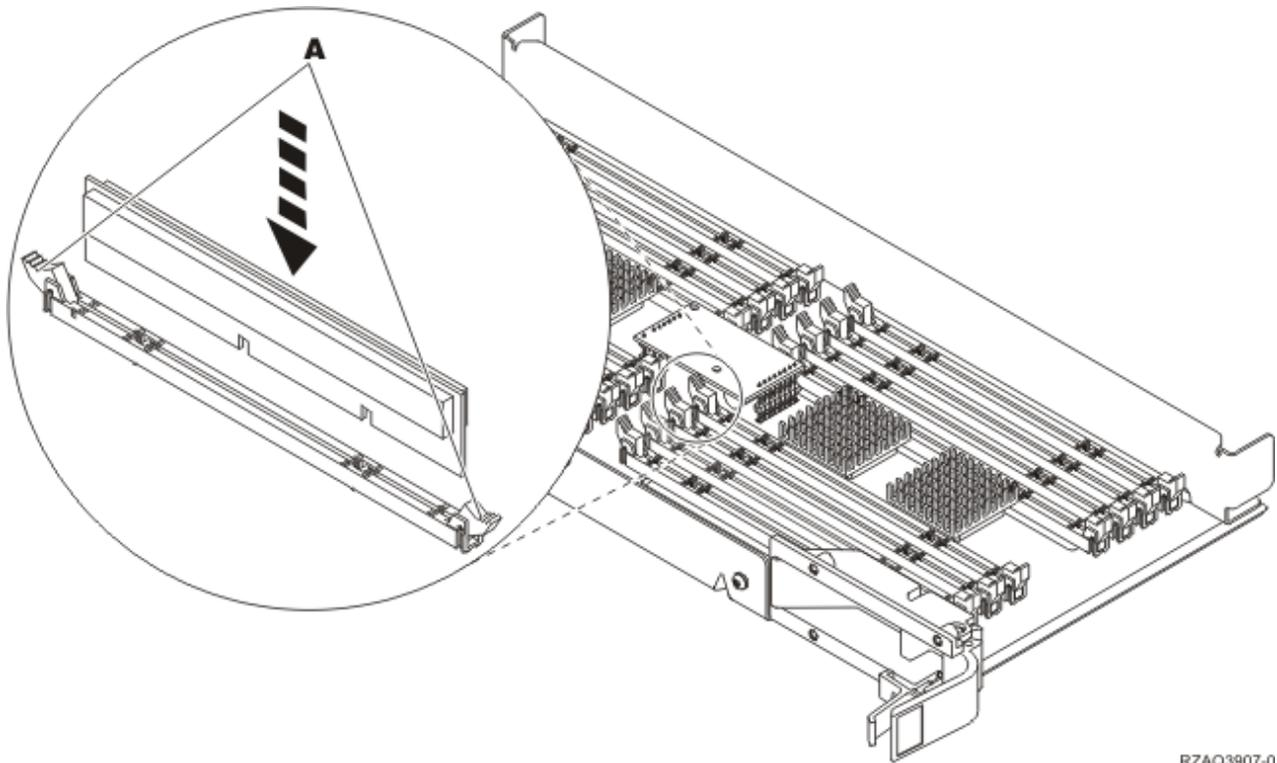

Figura 24. Instalar Placas de Memória
- \_\_\_ 27. Consulte Figura 24 na página 30 para instalar a placa de memória com o seguinte procedimento:
- \_\_\_ b. Alinhe a placa conforme está exemplificado na Figura 24 na página 30.